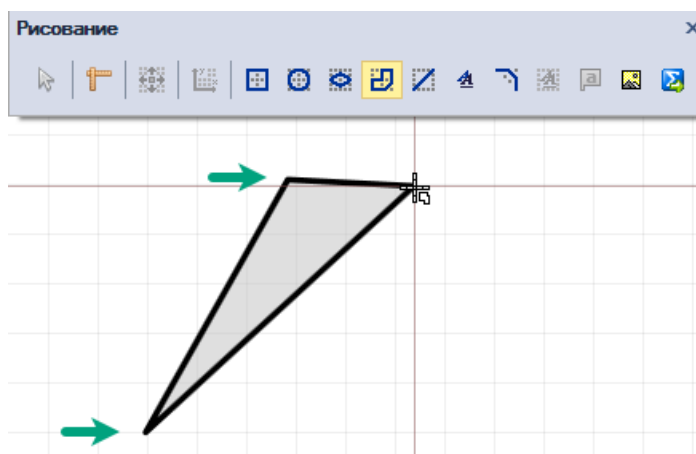

Рис. 376 Фиксация размещения первой стороны многоугольника
3. Переместите курсор в нужную точку и зафиксируйте вторую вершину. С указанием второй вершины будет размещена первая сторона многоугольника, см. Рис. 376.